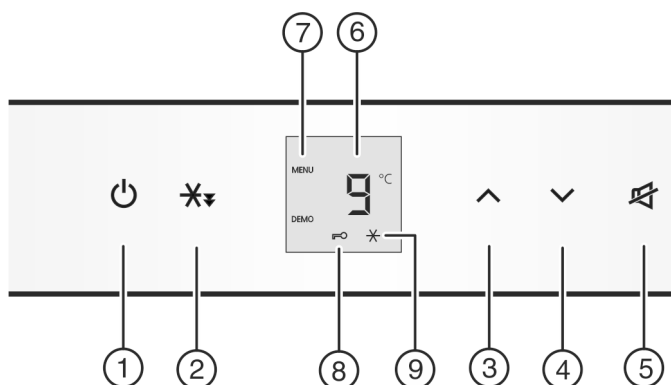

Fig. 2
- ▶ Premere il tasto On/Off Fig. 2 (1).
- ▶ Attivazione del modo regolazione: Premere il tasto SuperCool Fig. 2 (2) per ca. 5 sec.
- ▶ Per inserire la sicurezza bambini premere brevemente il tasto SuperCool Fig. 2 (2).
- ▷ Il simbolo Sicurezza bambini Fig. 2 (8) si illumina. Nel display lampeggia **c**.
- ▶ Per disinserire la sicurezza bambini premere brevemente il tasto SuperCool Fig. 2 (2).
- ▷ Il simbolo Sicurezza bambini Fig. 2 (8) si spegne. Nel display lampeggia **c**.
- ▶ Disattivazione del modo regolazione: premere il tasto On/Off Fig. 2 (1).
- ▶ Regolazione della temperatura su valori più caldi: Premere il tasto di regolazione Up Fig. 2 (3).
- ▶ Regolazione della temperatura su valori più freddi: Premere il tasto di regolazione Down Fig. 2 (4).
- ▶ premere brevemente il tasto Raffreddamento rapido Fig. 2 (2).
- ▷ Il simbolo Raffreddamento rapido Fig. 2 (9) si illumina nel display.
- ▷ Il simbolo Raffreddamento rapido Fig. 2 (9) si spegne nel display.